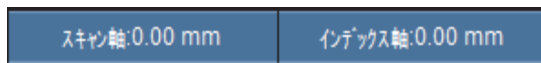

図 6-17 スキャン軸の測定値フィールドとインデックス軸の測定値フィールド
- スキャン方向に探触子とエンコーダーを移動させ、タイトルバーのインジケータを見て、**スキャン軸**または**インデックス軸**の測定値フィールドの数字が、正か負か確認します (199 ページの図 6-17 参照)。